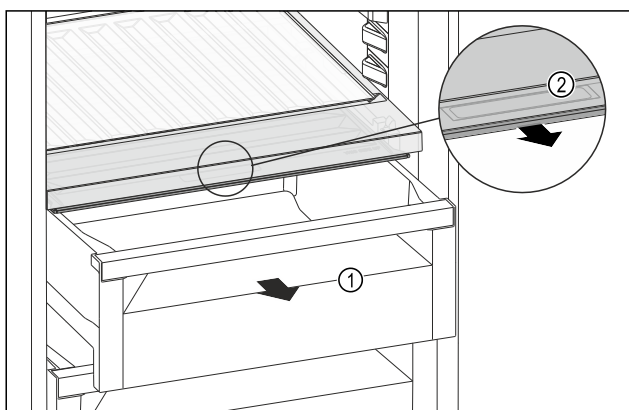

Fig. 189
- Trekk ut skuffen Fig. 189 (1).
- Ta tak i det innfelte grepet Fig. 189 (2) på lokket, og trekk samtidig lokket forover.